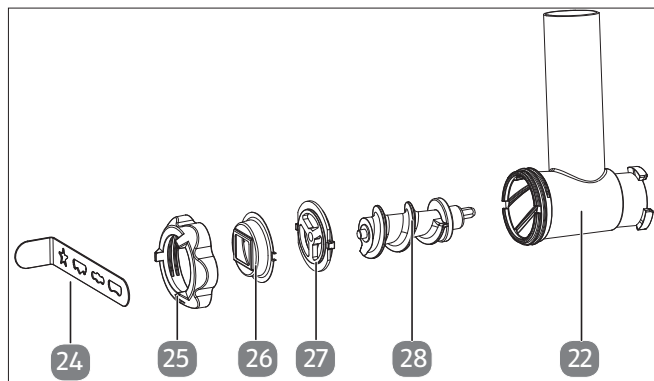

Fig. 21 – Accessoires pour biscuits en pâte sablée
1. Pour réaliser des biscuits à partir de pâte à biscuits, montez le support et l'emporte-pièce pour biscuits sablés ainsi que le guidage de vis sans fin pour biscuits sablés dans l'ordre indiqué (voir Fig. 21).